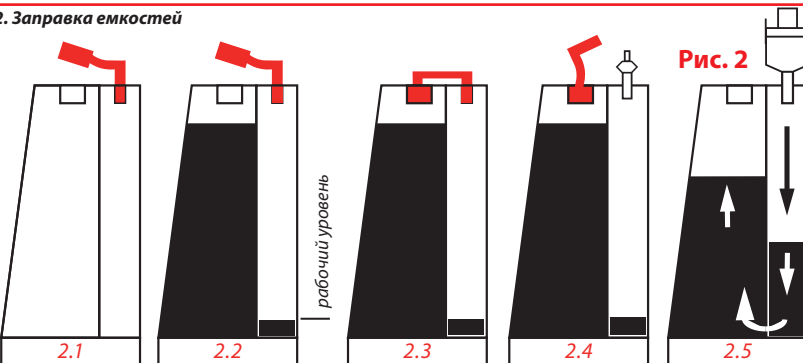

Рис. 2
Произведите заправку емкостей согласно Рис. 2, а именно:
- 2.5. Если случайно были открыты большие пробки на больших отсеках - уровень чернил в отсеках сравняется и для того чтобы вернуть уровень в рабочий режим нужно открыть обе пробки на емкости, вставить шприц с поднятым штоком в маленькое отверстие. Впуская воздух в малый отсек, перегоните чернила в большой отсек емкости и после этого закройте большое отверстие (Рис.2);